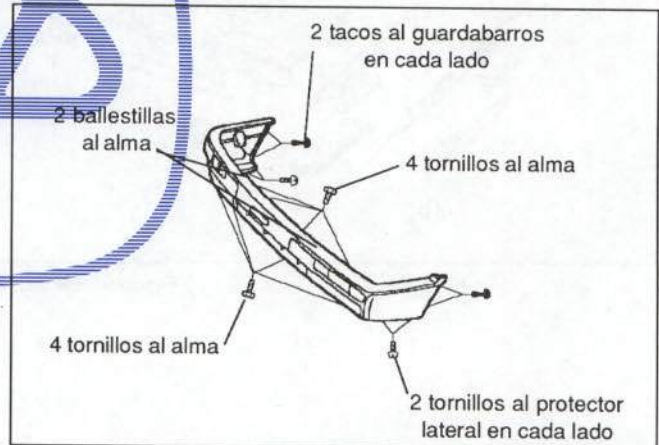

Figura 13.- Fijación del paragolpes
En la figura 13 se muestra la fijación de dicho elemento.
- Retirar paragolpes (figura 13)